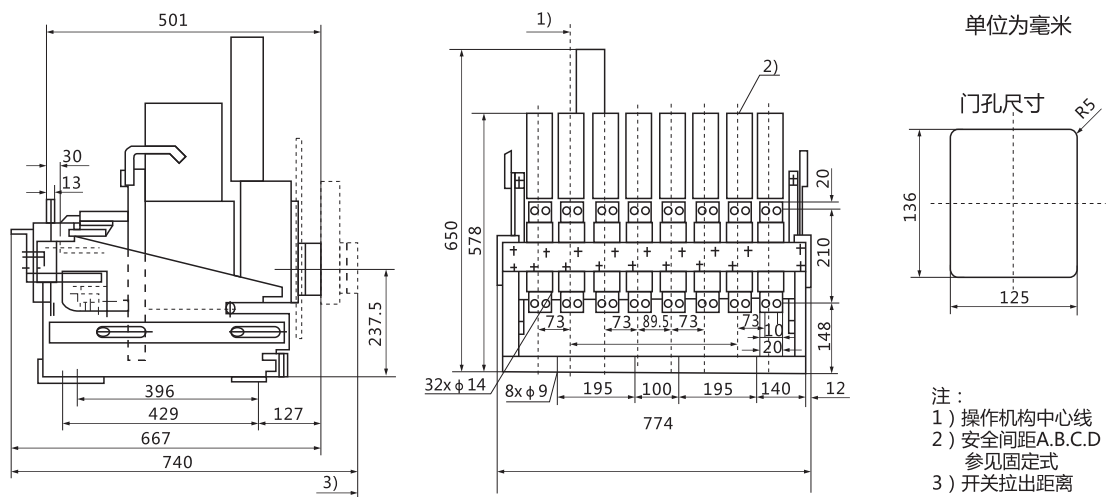

图26 RDW17-2900四极抽屉式外形及安装尺寸
7.15 RDW17-2900四极抽屉式断路器外形及安装尺寸见图26